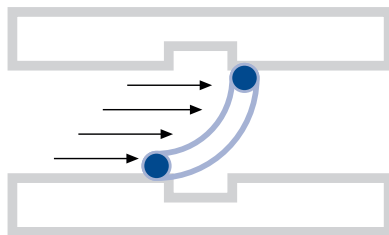

Abbildung 1
- Hierzu Dichtungsvorderkante über Nut hinauschieben (Abbildung 1)